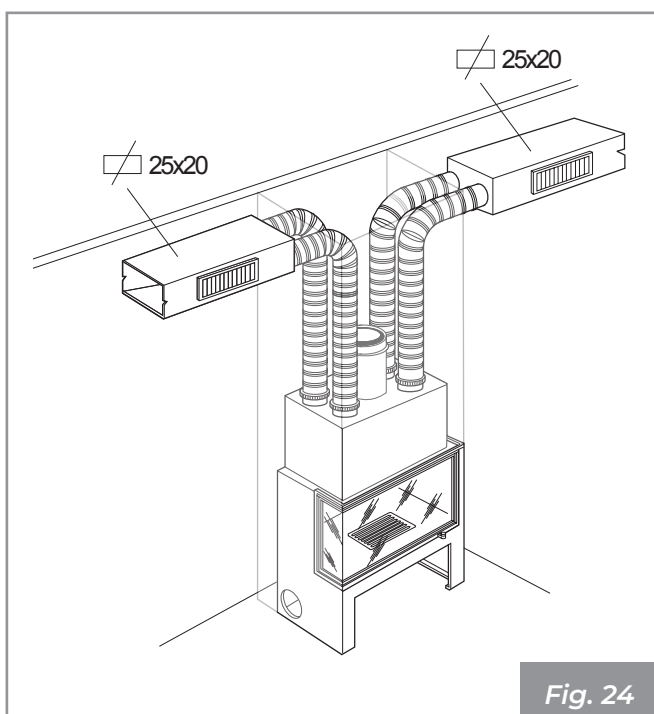

Fig. 24
- Tubo liso metálico - longitud hasta 14 m en doble conducto ("Fig. 24").